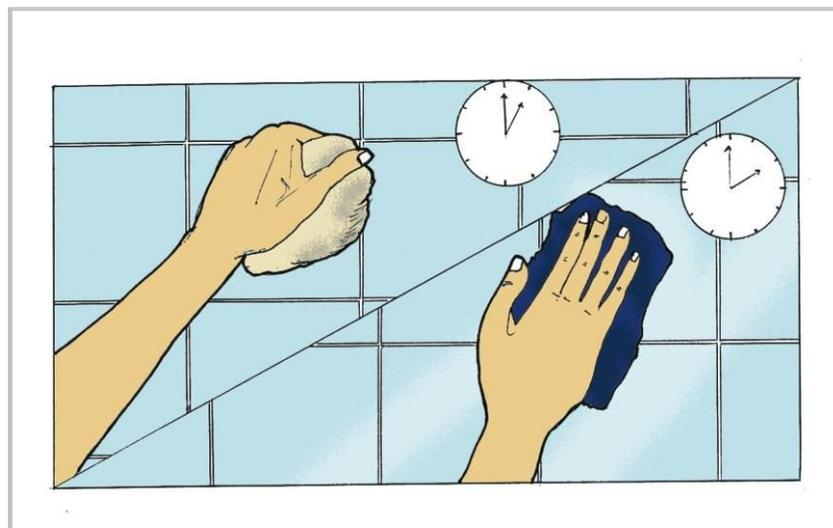

Fig. 6
- Para finalizar, rellene las bruñas con una mezcla de porcelana y agua. Aplíquela con una espátula. Cuando la mezcla empiece a secarse, frote las bruñas con una esponja o trapo húmedo (Fig. 6).